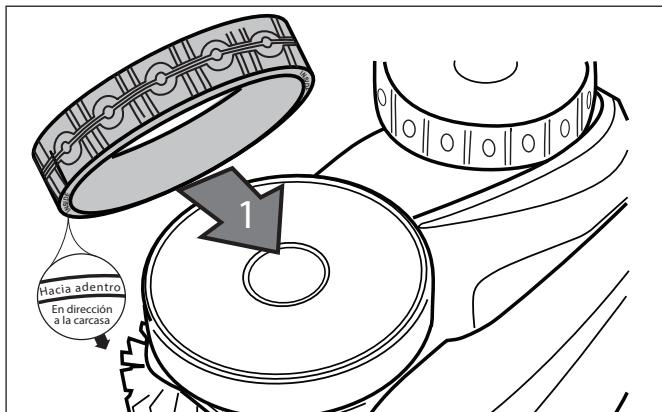

Figura 35. Orientación del neumático de reemplazo
3. Para reemplazar el neumático, coloque el neumático sobre la rueda asegurándose de orientar el neumático de manera que la palabra INSIDE (hacia adentro) quede en dirección a la carrocería del limpiafondos (Figura 35).